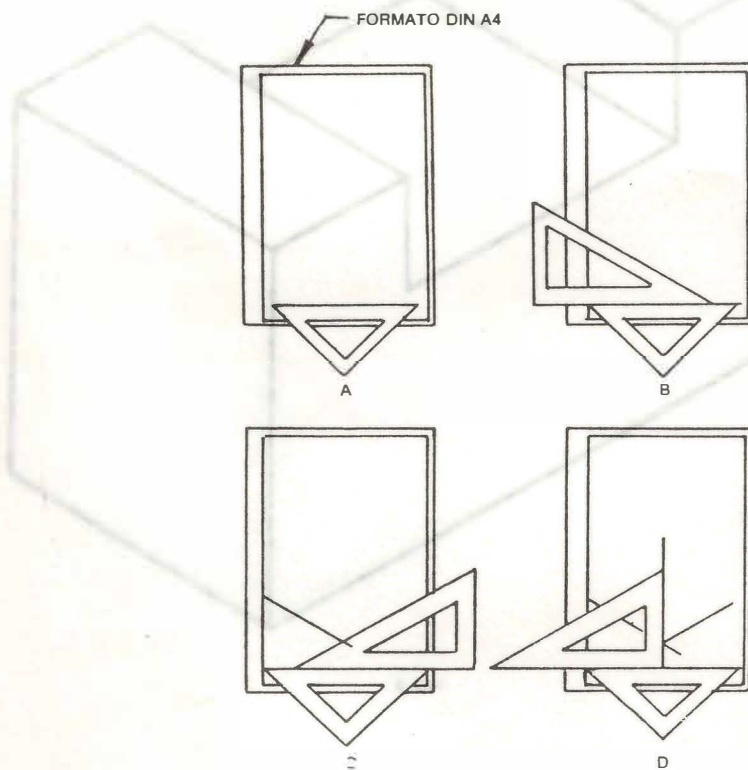

FIG. 10 TRAZAR EJES ISOMETRICOS
- Haga que la hipotenusa de la escuadra de 45° coincida con una línea horizontal, puede ser una línea de margen Fig. 10-a
- Coloque la escuadra de 60° apoyada sobre la hipotenusa de la de 45° Fig. 10-b y trace tenuemente el primer eje isométrico.
- Invierta la posición anterior de la escuadra de 60° a la indicada en la Fig. 10-c y trace el otro eje isométrico.
- Deslice la escuadra de 60° de tal forma que coincida el borde del cateto menor con el punto de intersección de los dos ejes inclinados y trace el eje isométrico vertical. Fig. 10-d
- b. Por el punto A trace paralelas a los dos ejes inclinados, colocando las escuadras como en las posiciones de las Figs. 10-b, 10-c.
De acuerdo al procedimiento anterior (ver figs. 10 a 12), con líneas suaves trace el cubo isométrico (paralelepípedo) dándole las medidas totales de la pieza indicada en la figura. Ver figura 14-a.